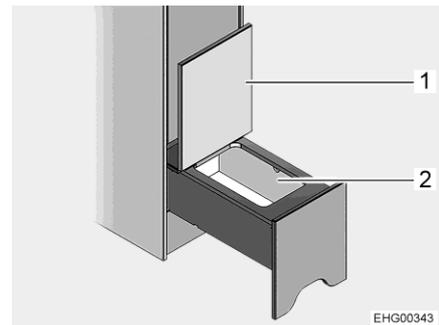

Fig. 80 Compartimento de almacenamiento
- Plegar la tapa (Fig. 80,1) hacia arriba. Se tiene acceso al compartimento de almacenamiento (Fig. 80,2).